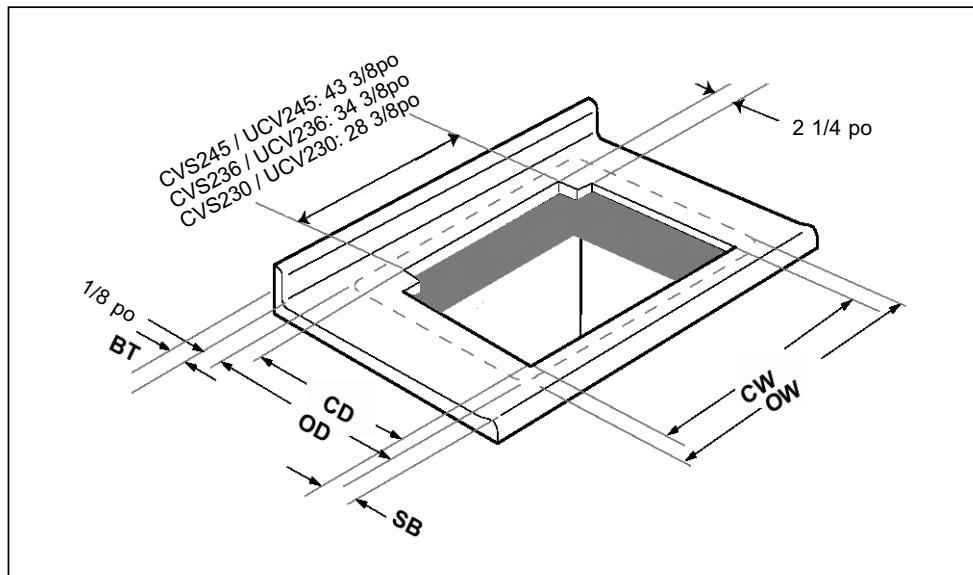

Fig. 7
Pour l'installation avec une plaque de cuisson Thermador, consulter section A (à gauche) et figure 7, page 29 ; pour une autre marque, voir section B, page 30.
A. POUR L'INSTALLATION AVEC UNE PLAQUE DE CUISSON THERMADOR (FIGURE 7 ET TABLEAU 3)